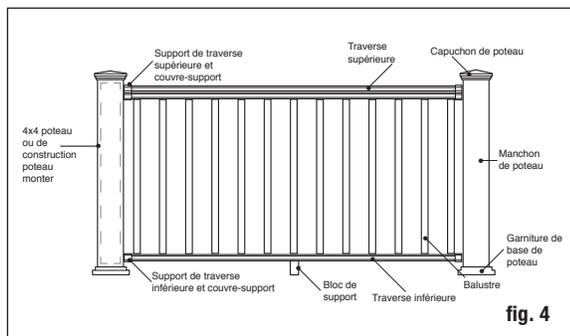

fig. 4
Étape 5 Taillez les manchons de poteaux à leur longueur. Les manchons de poteaux devraient être d'au moins 5,08 cm (2 po) plus long que la hauteur du garde-corps (fig. 4). Exemple : Pour un garde-corps de 91 cm (36 po) de haut, découpez le manchon à au moins 96,5 cm (38 po), mais pouvant être laissé plus long si vous le désirez. Faites glisser un manchon de poteau coupé sur chaque poteau de garde-corps 4 x 4 ou support de poteau. Les manchons des poteaux devraient glisser facilement sur ceux-ci. NE FORCEZ PAS le manchon sur le poteau. Les poteaux 4 x 4 vrillés ou tordus devraient être remplacés. Glissez une garniture de base de poteau (facultative) sur chaque manchon de poteau pour offrir un beau fini. *Remarque : Il est recommandé d'installer la garniture de base de poteau avant la traverse inférieure. Cependant, la conception à deux pièces permet à l'installateur d'ajouter la garniture de base de poteau après l'installation de la rampe. Pour installer, appliquez une fine couche d'adhésif clair de construction pour l'extérieur, à l'intérieur de la garniture du poteau, là où elle entrera en contact avec le manchon de poteau, puis insérez en place, autour de la base du manchon de poteau.*